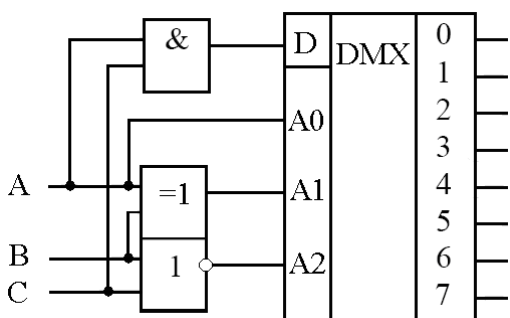

Рис. 7
27. Составьте таблицу истинности для цифрового устройства, изображенного на рис. 7.